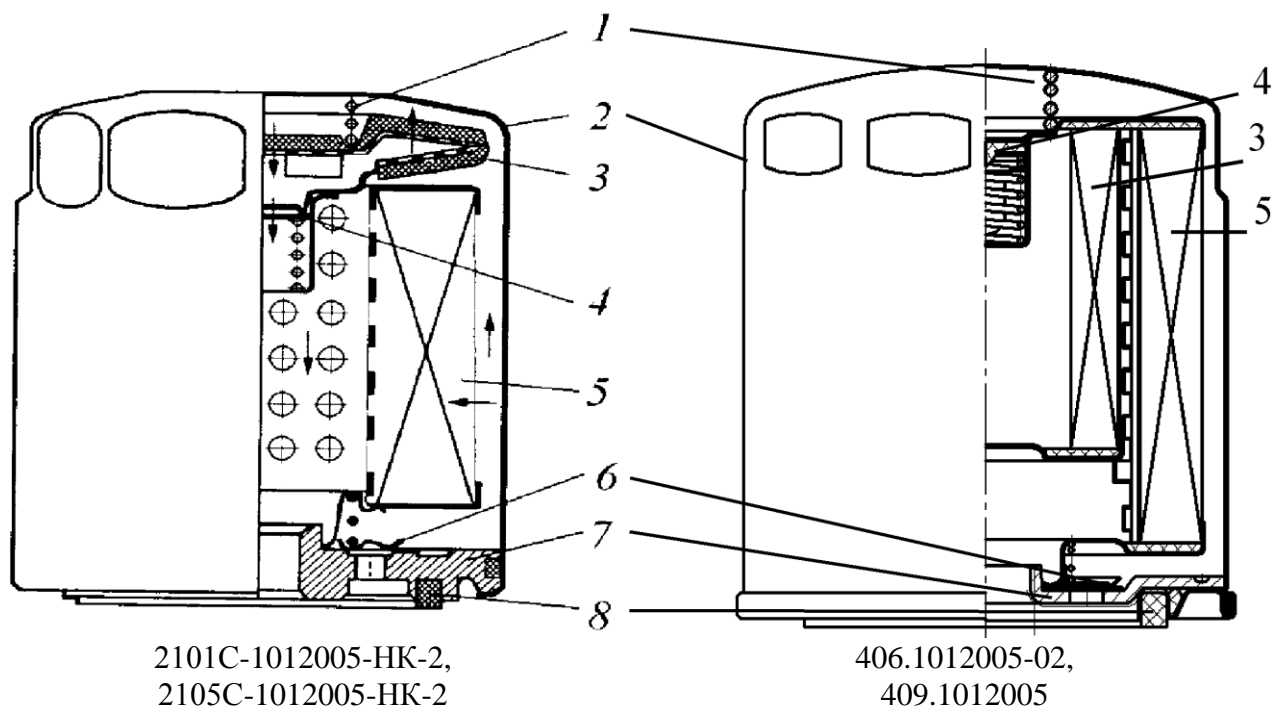

Рис.37. Масляный фильтр:
**Масляный фильтр** (рис.37) - на двигатель предприятием-изготовителем устанавливается масляный фильтр уменьшенного объема, который должен быть заменён при первой смене масла на один из следующих фильтров: 2101С-1012005-НК-2, 2105С-1012005-НК-2 (ф.«Колан», Украина) или 406.1012005-02, 409.1012005 (ф.«Биг-фильтр», г.Санкт-Петербург).